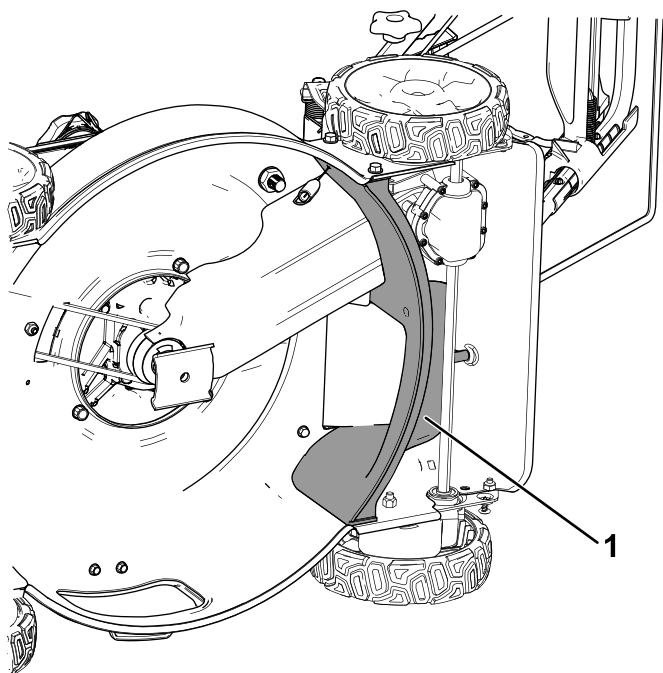

**Bild 1**
4. Stabilisieren Sie das Messer mit einem Holzblock (Bild 1).
5. Nehmen Sie das Messer ab und bewahren Sie alle Befestigungsschrauben auf (Bild 1).